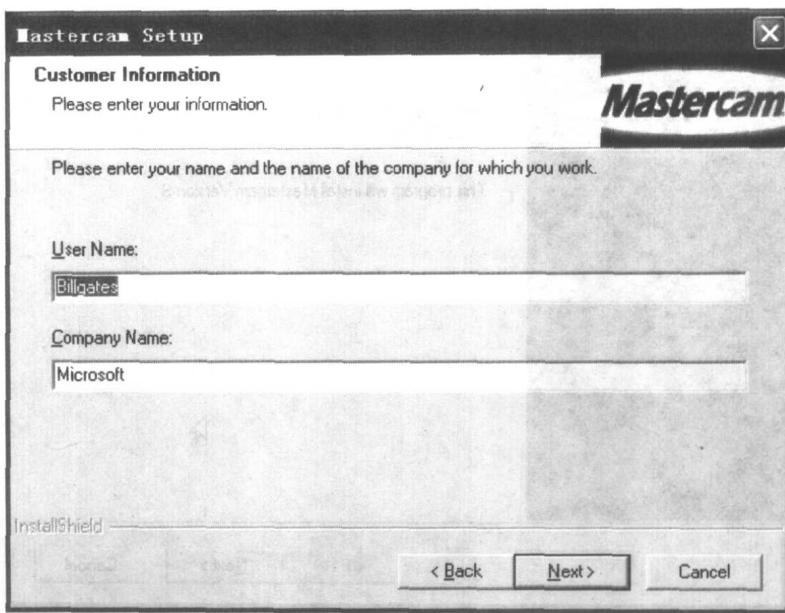

图 1.3 自定义用户信息
(3) 出现如图 1.3 所示的提示，输入用户名和公司名称，单击【Next】按钮。